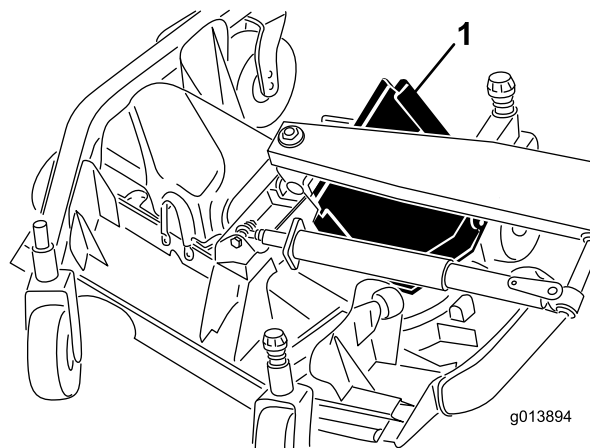

Bild 48
6. Heben Sie die vordere Kante an und führen sie zwischen dem Hubarm und der Rolle, um sie zu entfernen (Bild 48).